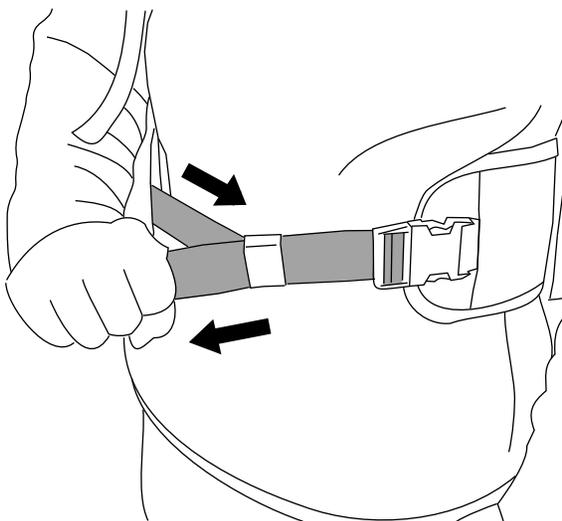

Figure 10
3. Serrez de nouveau la ceinture ventrale après vous être redressé, pour vous assurer qu'elle est bien ajustée (Figure 10).